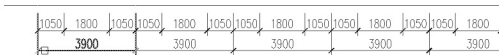

图 3.49 选择基准标注
(1) 执行菜单栏中的【标注】|【基线】命令，执行基线标注操作，光标自动连接到刚刚所标注的尺寸线上，同样 AutoCAD 自动连接的标注不是所需要的标注，所以在**指定第二条尺寸界线原点或[放弃(U)/选择(S)] <选择>**:提示下，按 Enter 键执行尖括号内的默认值“选择”。
(2) 在**选择基准标注**:提示下，选择如图 3.49 所示的“3900”尺寸线的左侧。